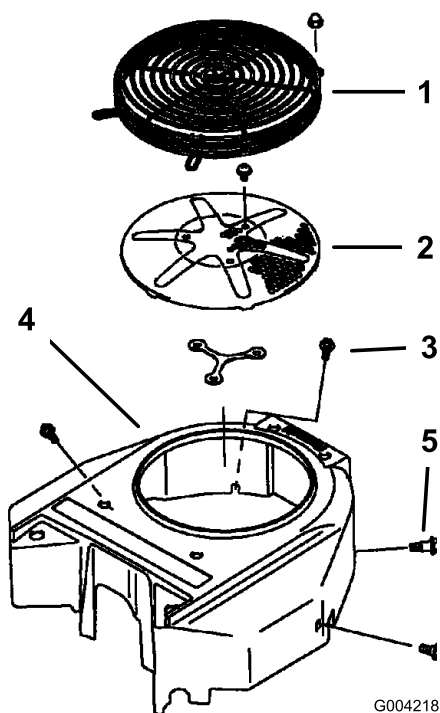

Figure 79
Avant chaque utilisation, enlevez l'herbe, les saletés et autres débris éventuellement accumulés sur la grille du moteur. Cela permet d'assurer un refroidissement et un régime moteur corrects, et réduit les risques de surchauffe et de dommages mécaniques au moteur (Figure 79).
3. Déposez la grille d'entrée d'air, le lanceur et le carter du ventilateur (Figure 79).
5. Reposez la grille d'entrée d'air, le démarreur à lanceur et le carter du ventilateur (Figure 79).